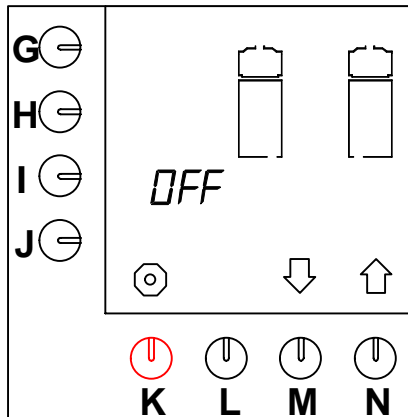

Fig. 43 Föruppvärmning behållare
- På displayen visas OFF i positionen bredvid programmeringstangenten (I.) och två behållare (fig. 43).